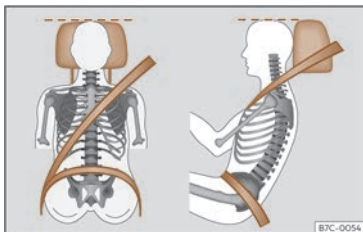

Fig. 14 Bandas do cinto e reposacabezas axustados correctamente.
- Axuste o reposacabezas de xeito que o bordo superior quede, na medida do posible, á altura da parte superior da cabeza, en ningún caso por debaixo dos ollos¹⁾. Manteña a caluga o máis preto posible do reposacabezas >>> **fig. 14**.
- Axuste o asento lonxitudinalmente para que poida pisar completamente os pedais cos xeonllos lixeiramente dobrados e quede unha distancia entre a zona dos xeonllos e o taboleiro de instrumentos polo menos de 10 cm (4 polgadas) >>> **fig. 14**.